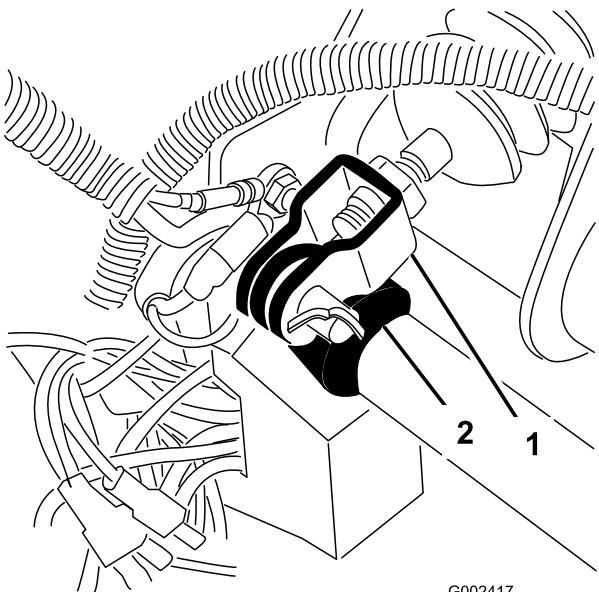

Figura 66
- Rimuovete la coppiglia e il perno che fissano la forcella del cilindro principale al perno del pedale del freno (Figura 66).